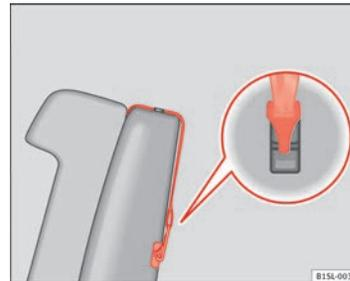

Fig. 54 Esempio di cintura di fissaggio superiore agganciata
- Agganciare la cintura di fissaggio superiore al bagagliaio, nell'occhiello di fissaggio corrispondente ⇒ fig. 54.